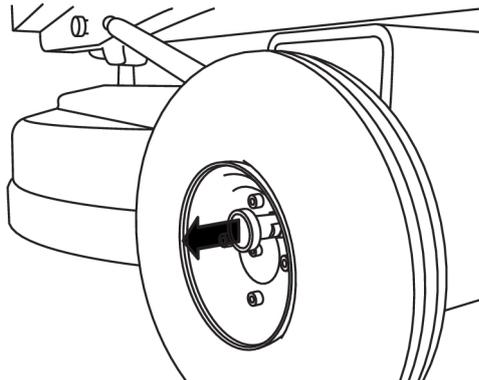

Figura 4-3. Sbloccare le ruote
- Sbloccare le ruote estraendo la coppia in linea retta, vedere Figura 4-3, pagina 18.
Agire sulla manovella sul lato anteriore della rotella di supporto per regolarla in altezza, in modo che la macchina sia inclinata e la testa levigatrice non tocchi la superficie. Per spostare la levigatrice è sufficiente spingerla manualmente in avanti. Controllare che i fermi delle ruote siano disinseriti come indicato in Figura 4-3, pagina 18.